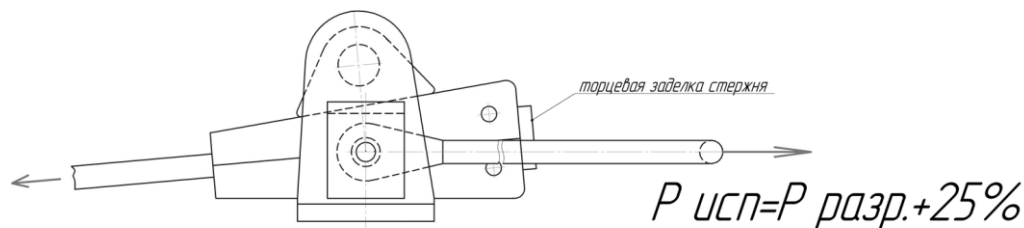

Рис. 2
7.1 В процессе эксплуатации зажим монтажный клиновой типа МК должен подвергаться периодическим испытаниям не реже 1 раза в 12 мес. Усилие, прикладываемое к тяге зажима при прочностных испытаниях конструкции, должно превышать максимальную нормативную грузоподъемность на 25%. При испытании прочности заделки прикладываемая нагрузка равна разрушающей. Схемы испытаний показаны на рис. 2 и 3.